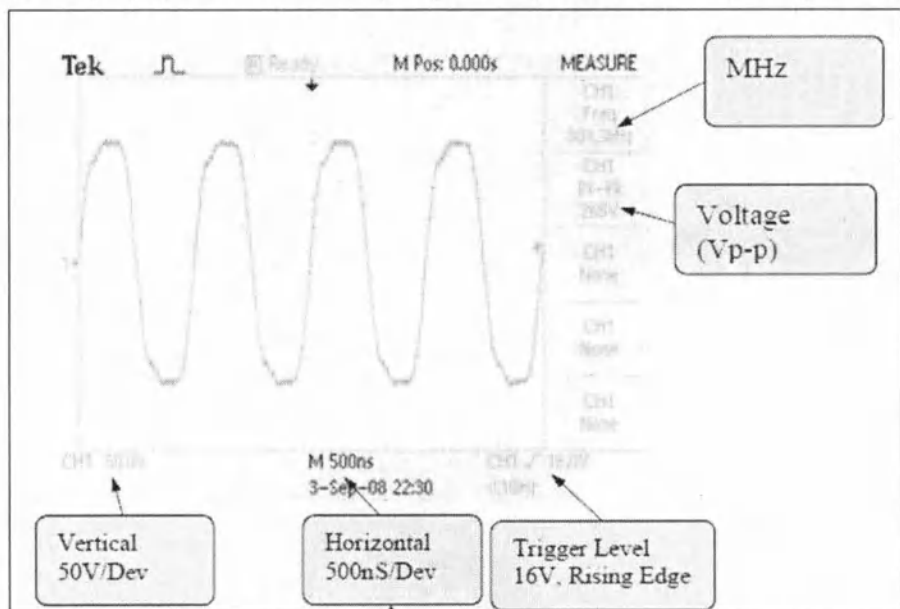

Рисунок 14. Изображение осциллографа на экране при частоте 2
- Осциллограф должен вывести (Рисунок 14) на экране индикатора следующее: